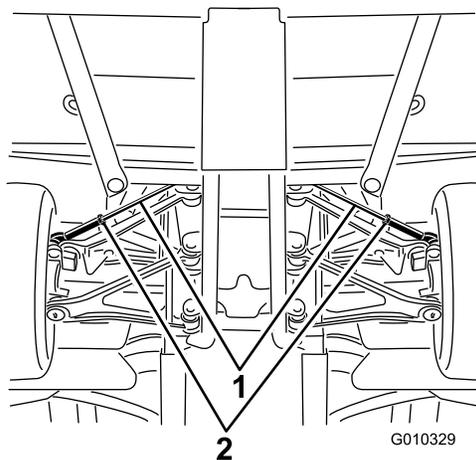

Рисунок 57
- A. Ослабьте контргайку в середине тяги (Рисунок 57).